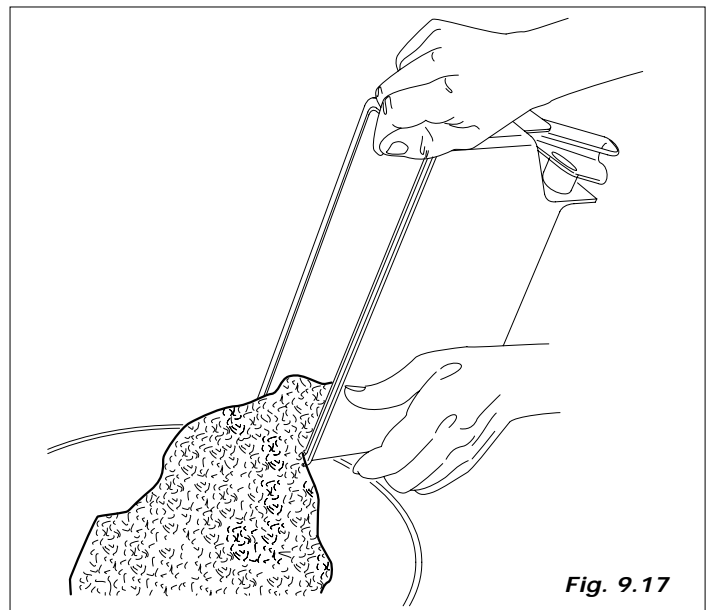

Fig. 9.17
- Vaciar todo el producto de los contenedores (Fig.9.17).